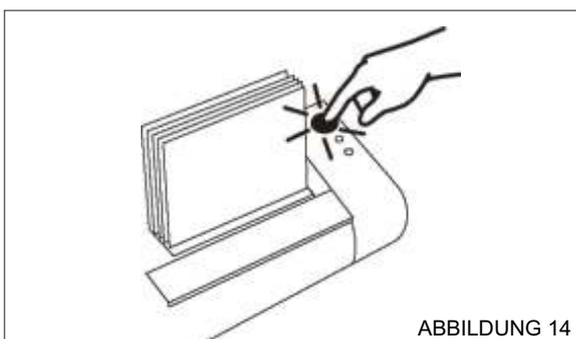

ABBILDUNG 14
6. Drücken Sie die Bindetaste (siehe Abbildung 14). Der Bindevorgang wird nun gestartet.